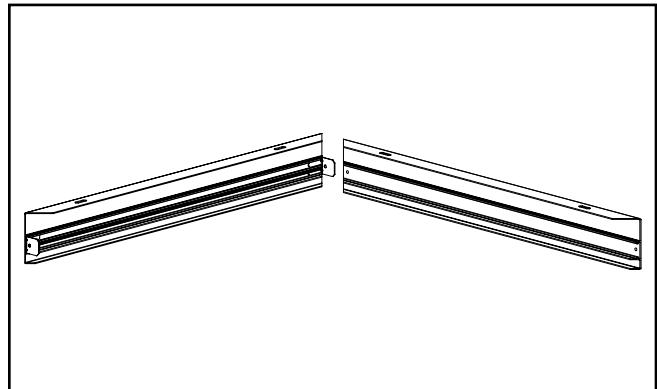

Figura 11.
2. Deslice el marco adyacente en su lugar para que los orificios de separación se alineen con los del soporte en L. (Figura 11.)